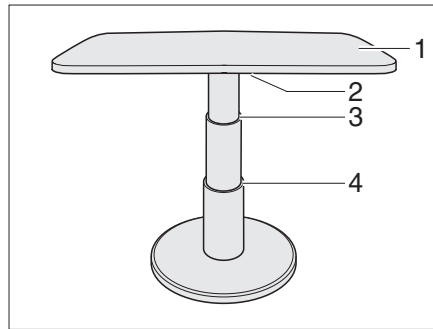

Fig. 101 Table à hauteur réglable de la dinette en U
- Faire basculer le levier de verrouillage (Fig. 101,2) vers la gauche. Le verrouillage est ouvert.
- Appuyer le plateau de table (Fig. 101,1) au milieu vers le bas jusqu'à la butée désirée (Fig. 101,3 ou 4) et le maintenir appuyé.
- Faire basculer le levier de verrouillage (Fig. 101,2) vers la gauche. La table à hauteur réglable est verrouillée.